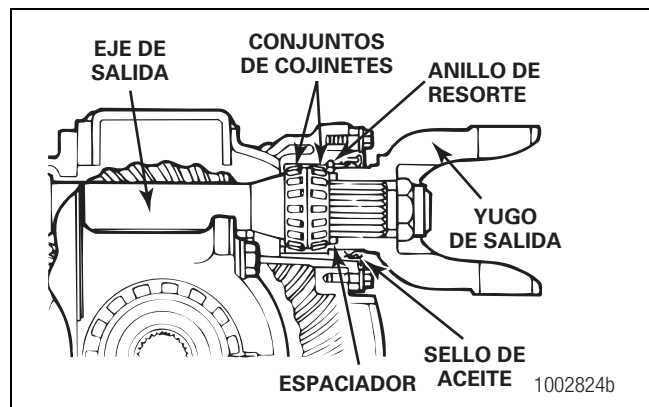

Figura 5.88
1. Aplique lubricante de ejes a las copas y conos del cojinete. Figura 5.88.